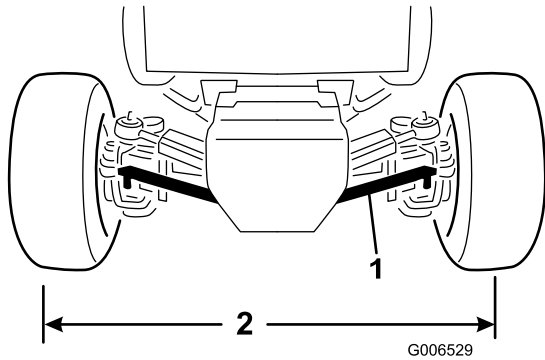

Figura 63
acoplamiento al soporte ubicado en el eje, y separe la rótula del eje (**Figura 63**).
3. Enrosque o desenrosque la rótula de la barra de acoplamiento hasta que la distancia de centro a centro entre las ruedas traseras, por delante y por detrás, sea la misma (**Figura 63**).